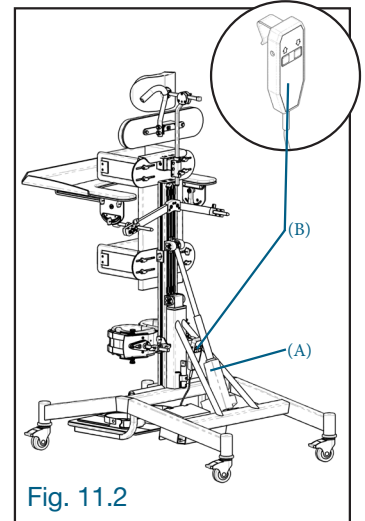

Fig. 11.2
11.2 AJUSTEMENT DE L'INCLINAISON (fig. 11.2)